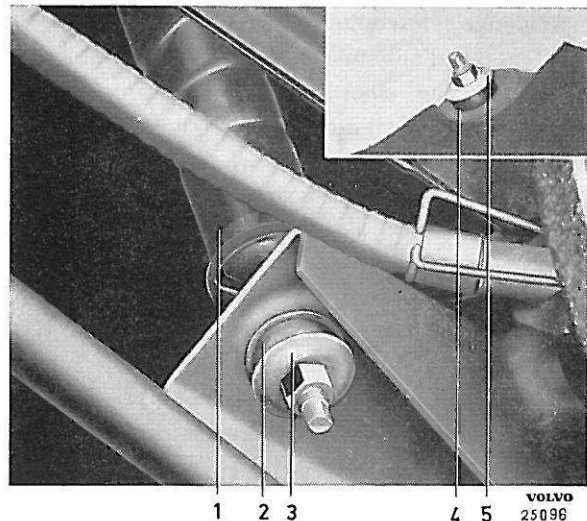
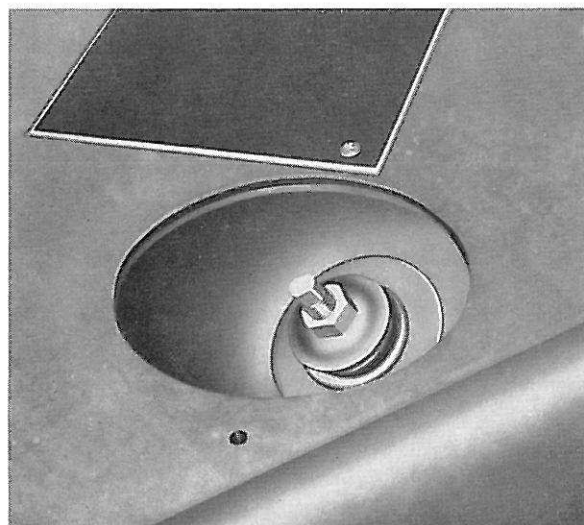

Figure 10. Fixation d'amortisseur arrière, 120
Figure 11. Fixation supérieure d'amortisseur arrière, 1800
1. Enlever l'écrou supérieur de fixation, la rondelle (5, figure 10) et la bague caoutchouc (4).
2. Enlever l'écrou inférieur de fixation, les rondelles (3) et la bague caoutchouc (2).
1. Enlever l'écrou supérieur de fixation, la rondelle et la bague caoutchouc de l'intérieur du coffre à bagages des Volvo 120 (figure 10) et par l'ouverture de la plage arrière des Volvo 1800 (figure 11).
3. Le remontage se fait dans l'ordre inverse du démontage, voir figures 10 et 11. Pour les 120 et 1800, poser la rondelle munie du grand trou sur le côté intérieur de la bague caoutchouc inférieure. Serrer les écrous en se référant au titre "Montage des amortisseurs", page 11.